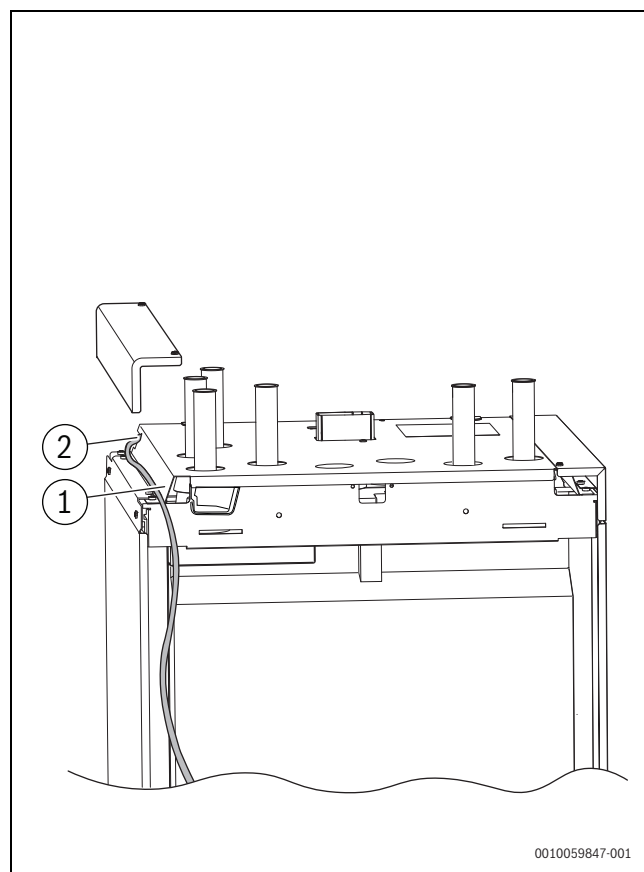

Bild 26 Kabelführung im Gerät
- ▶ Steuer- und Fühlerkabel entlang der Aussparung (→Bild 26(1)) an der Oberseite der Verkleidung von der Rückseite des Geräts zur Öffnung (2) führen.